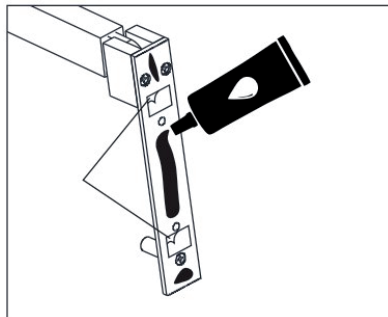

Figura 2
1. Retirar a cobertura da fita adesiva das buchas e aplicar a cola uniformemente no local vazio. Como mostra a Figura 2